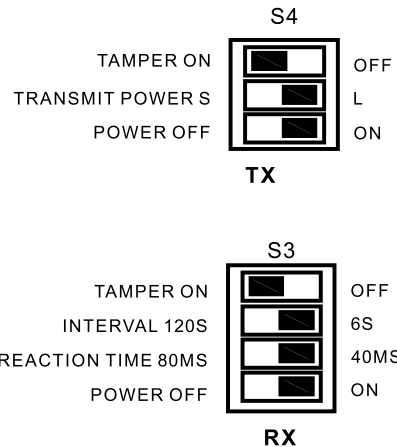

图4
3、无线光栅通上电,主、从机主板将电源拨码开关设置ON(图4),将主、从机电路板插入PC管中,塞入胶塞,并装上管塞(注意:电路板上、下方向不能装反)。